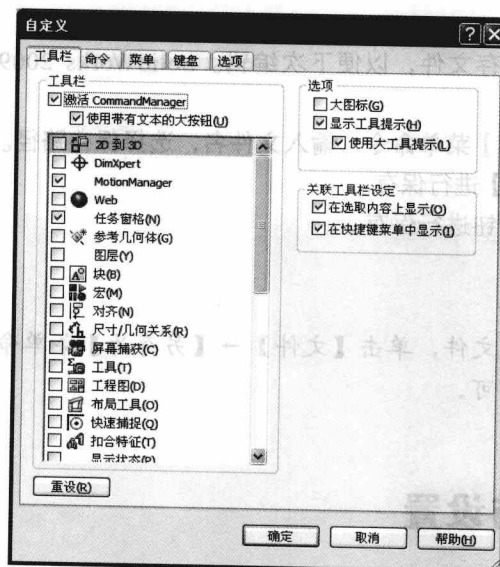

图 1-5 “自定义”对话框
(1) 单击【工具】→【自定义】菜单命令。
(2) 切换到“工具栏”标签。若当前界面有出现的工具栏，都在左边的小方框内出现对钩，若没有的，就显示空白，如图 1-5 所示。若需要某个工具栏，只要单击该工具栏左边的方框，打上钩，即可显示该工具栏。完成后，按【确定】按钮即可。